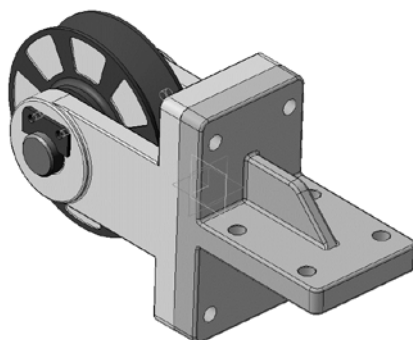

Рис. 86. Результат создания отверстий и скруглений в детали «Кронштейн»
9.6 Закройте окно модели  (рис. 86).